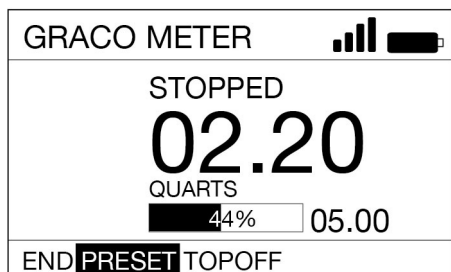

FIG. 35
4. Utilizzare i tasti FRECCIA SINISTRA o DESTRA per selezionare il valore PREIMPOSTATO (H). Premere il pulsante INVIO per (Fig. 35).